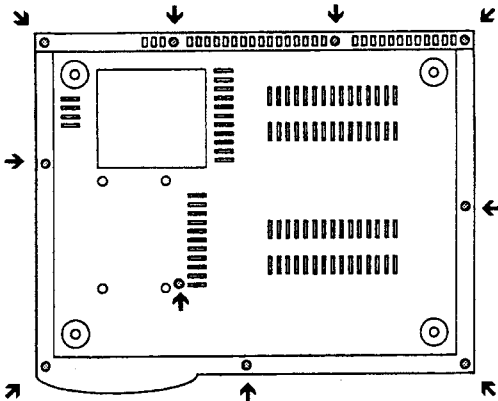
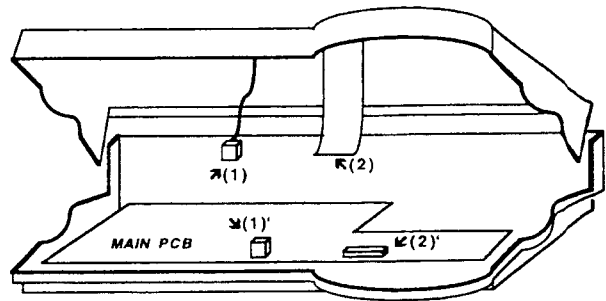

Fig. 1-2
Fig. 1-3
Remove the ten screws securing the bottom case (Fig. 1-2) and open the top case as shown in Fig. 1-3.
ボトム・ケースのネジ10本(図1-2)を外して、図1-3のようにトップ・ケースを開けます。
- * 図1-3のケーブル(1)とケーブル(2)は長さが短いので、トップ・パネルを開けるときは十分気をつけること。